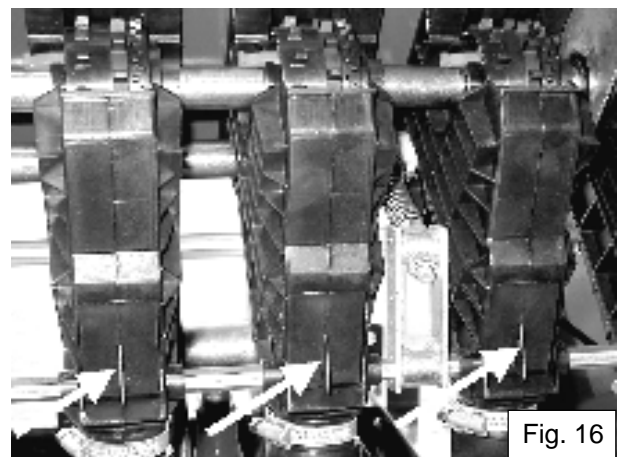

Fig. 16
- Sluit de leegkleppen (fig. 16).